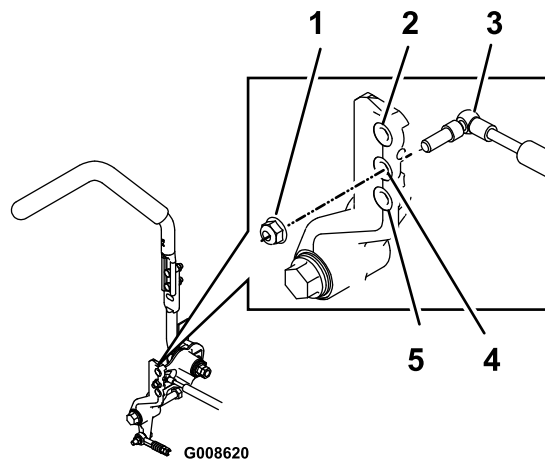

**Figura 59**
10. Ajuste os comprimentos da barra de controlo da bomba rodando as porcas duplas na barra na direção adequada até as rodas andarem ligeiramente para trás (Figura 59).